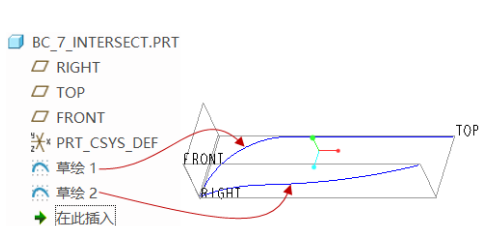

图 7-126 文件中两个草绘特征
① 在“快速访问”工具栏中单击“打开”按钮，弹出“文件打开”对话框，选择配套范例文件“bc_7_intersect.prt”，然后单击“文件打开”对话框中的“打开”按钮。该文件中存在着图 7-126 所示的两个草绘特征。
② 选择“草绘 1”特征，接着按住〈Ctrl〉键的同时选择“草绘 2”特征。
③ 在功能区“模型”选项卡的“编辑”面板中单击“相交”按钮，从而创建一条